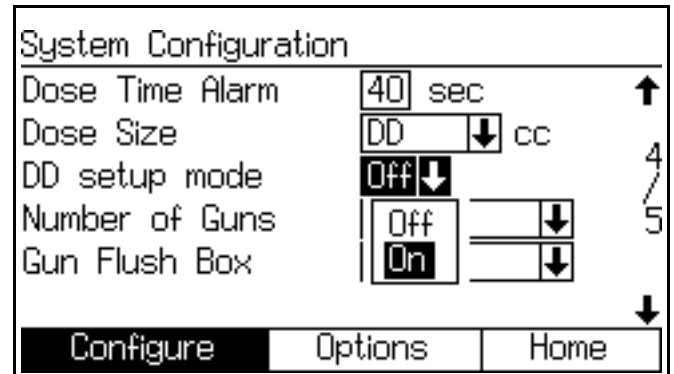

图 55. 配置屏幕 4，已启用动态分料设置模式
3. 在系统配置屏幕 4 中选择“DD”即调用了 DD 设置模式。参见图 55。要启用 DD 设置模式，应在 DD“设置”模式下拉菜单中选择“开启”。这将停用“关闭比率”警报 E-3 和 E-4，以允许不间断设置和调节。